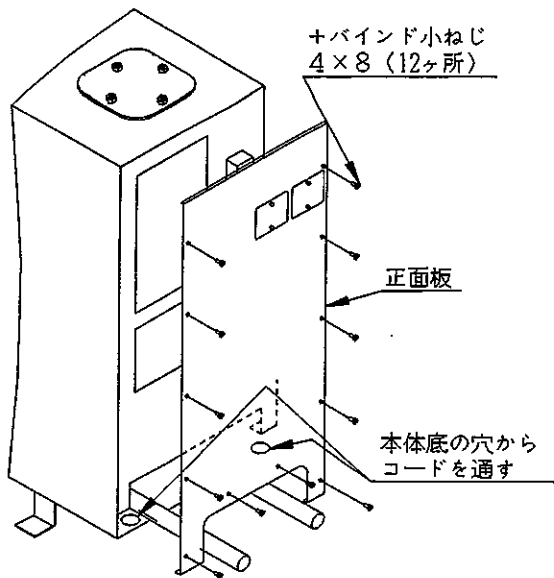

図5-1 正面板取り外し
- ① 前面板を12本のねじを外して取り外す。(図5-1参照)
- ② 単相100Vと三相200Vの電源ケーブルを本体底のブッシングに通す。